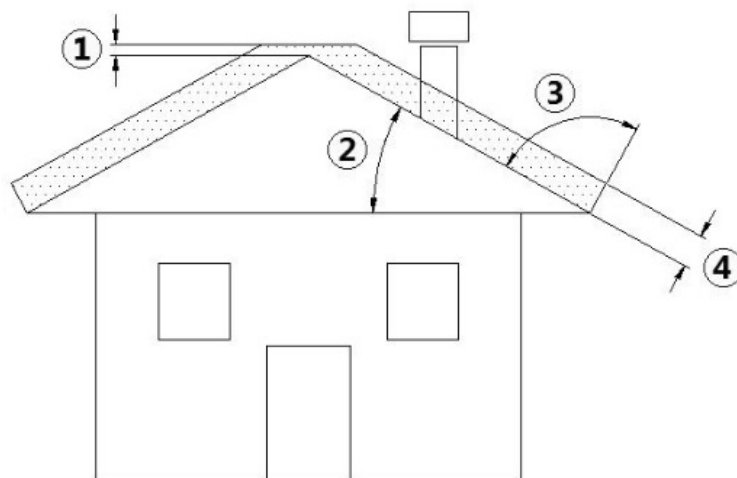

Fig. 4 - Geneigtes Dach
LEGENDE	Fig. 4
- Die Höhe des Auslasses in die Atmosphäre muss außerhalb des Rückflussbereichs liegen, der durch die Form des Daches oder durch Hindernisse hervorgerufen wird, die sich in unmittelbarer Nähe befinden (siehe **Fig. 4**).